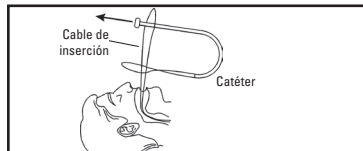

Figura 4
- Introduzca el extremo del botón del catéter One Step a través del lazo del cable de inserción y pase todo el catéter (Figura 4).